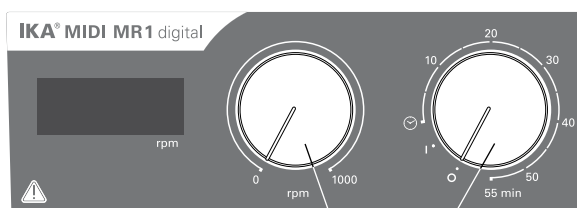

Fig. 3
- ☞ Aseta moottorin kierrosluku säätönupilla **”Kierrosluku” (C)**, katso **Fig. 3**. Moottorin kierrosluku voidaan asettaa välille 0 - 1000 rpm laitteelle **MIDI MR 1 digital** ja 0 - 600 rpm laitteelle **MAXI MR1 digital**.